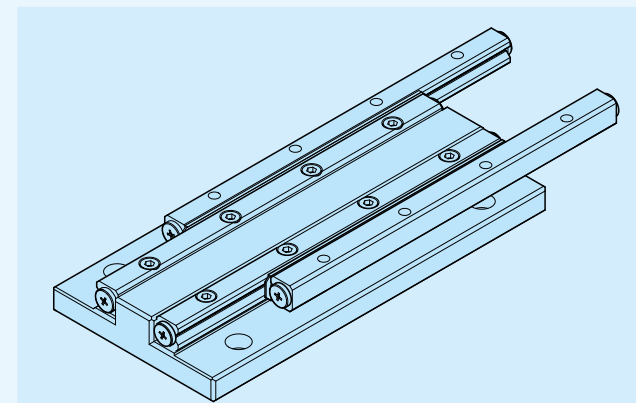

Fig. 19
- Posicione a guia mesa na posição final do curso. (Referir-se à Fig. 19)